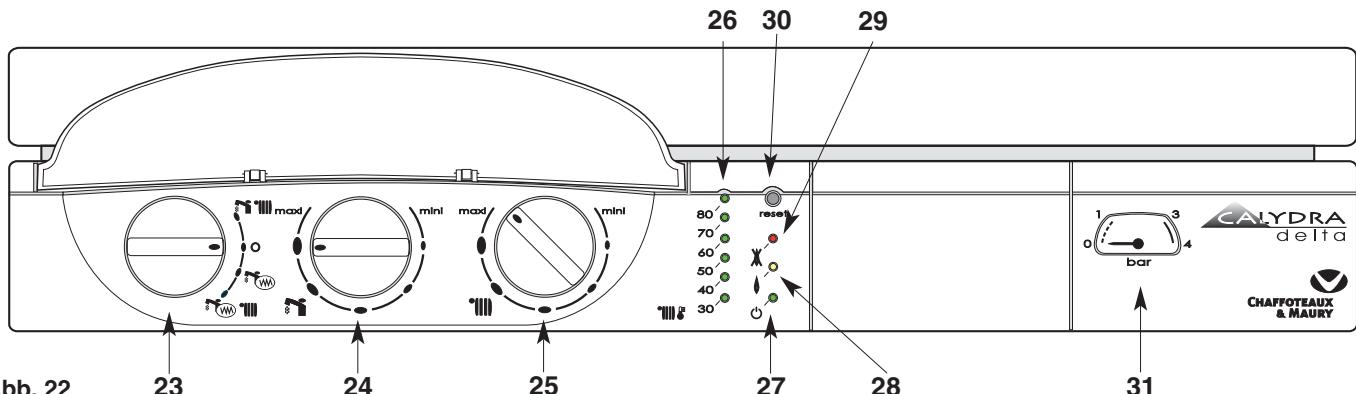

Abb. 22
Schalttafel (Abb. 22)
- Öffnen Sie die Gaszuführung am Gashahn **34** (Abb. 22) und stellen Sie ihn auf die Position  . Ihr Heizkessel ist betriebsbereit.
- Stellen Sie den Schalter **23** (Abb. 22) auf  die grüne Leuchtanzeige ; leuchtet; die orangefarbene Leuchtanzeige **28** leuchtet jedes Mal dann auf, wenn der Brenner sich in Betrieb setzt. Wenn Wasser läuft, stellt die Heizung ihren Betrieb ein.
Mit dem Einstellknopf der Heizung **25**  (Abb. 22) kann die Wassertemperatur des Heizungskreislaufs je nach den saisonbedingten Bedürfnissen eingestellt werden. Drehen Sie den Knopf **25**:
Der Anzeiger **26**  (Abb. 22) zeigt die betreffende Temperatur an. Wenn Ihre Wohnung mit einem Raumthermostat ausgerüstet ist, stellen sie diesen auf die gewünschte Raumtemperatur ein.
- Stellen Sie den Schalter **23** auf «O» die grüne Leuchtanzeige bleibt an. **27** (Abb. 22) und die Frostschutzfunktion bleibt aktiviert.
- Bringen Sie den Schalter **23** in Stellung Stop **O** die grüne Kontrollleuchte **27** (Abb. 22) erlischt
Vergessen Sie nicht, das Ventil am Anfang der Heizsaison wieder aufzudrehen, wenn Sie den Schalter **23** (Abb. 22) auf  stellen.